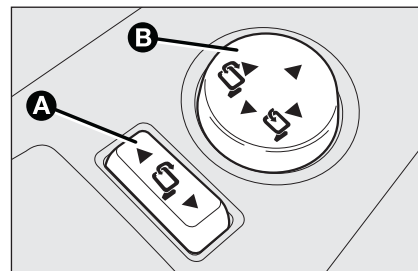

fig. 36
- ☐ posicione el selector **A**-fig. 36 en la posición neutra (sin espejo seleccionado);
- ☐ pliegue el espejo accionando las posiciones laterales del joystick **B**-fig. 36;